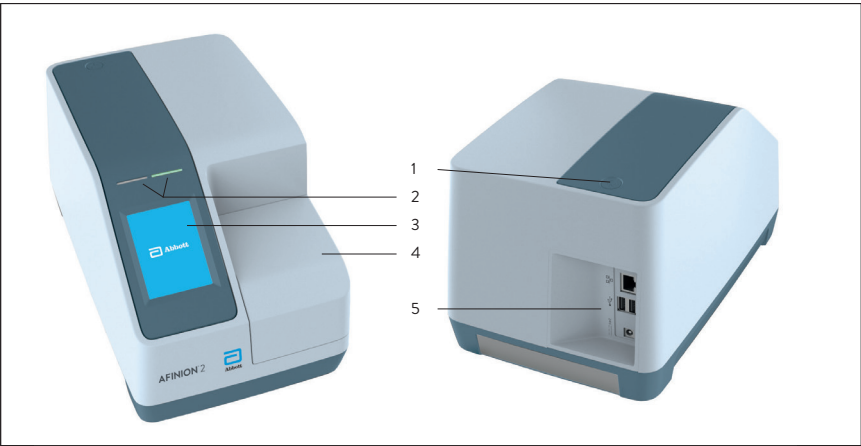

Figura 1
La Figura 1 mostra le parti esterne principali dell'analizzatore Afinion 2.
- 1**  Spegner l'analizzatore premendo il pulsante ON/OFF (Figura 1). Inizierà una procedura di avvio automatico. Attendere. Non aprire manualmente il coperchio.
Spegnere l'analizzatore premendo il pulsante ON/OFF (Figura 1). L'analizzatore deve essere spento al termine della giornata lavorativa.